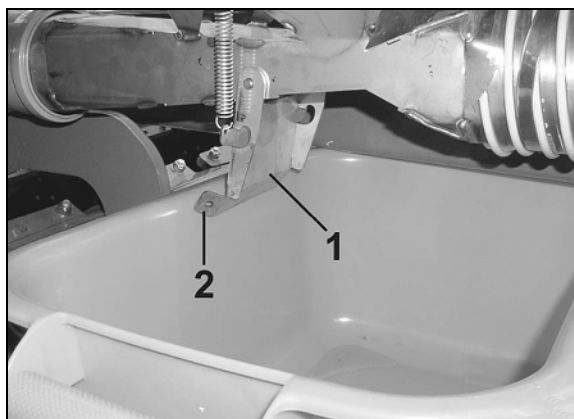

Рис. 65
Счетный диск состоит из трех шкал: из наружной белой шкалы (Рис. 65/1) для всех норм высева свыше 30 кг/га и внутренней белой шкалы (Рис. 65/2) для всех норм высева ниже 30 кг/га. На средней цветной шкале (Рис. 65/3) указаны положения редуктора от 1 до 100.
2. Установите на счетном диске одно над другим значение нормы высева 175 кг/га (Рис. 65/A) и "позицию редуктора 25" (Рис. 65/B).
3. Считайте со счетного диска положение редуктора для желаемой нормы высева 125 кг/га (Рис. 65/C). В нашем примере - это "позиция редуктора 17,8" (Рис. 65/D).